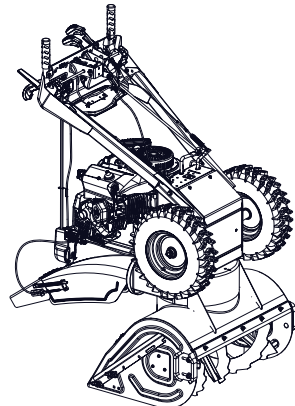

Bild 15
Se Bild 15.
1. Placera enheten i serviceläge (se Bild 15) seoch ta bort botten skyddet.